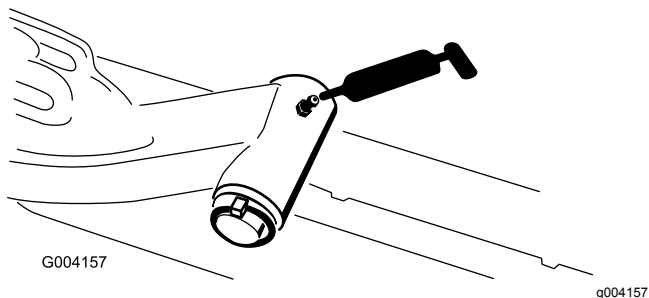

Figura 50
- Eje pivotante del brazo de elevación (1 en cada) (**Figura 50**)